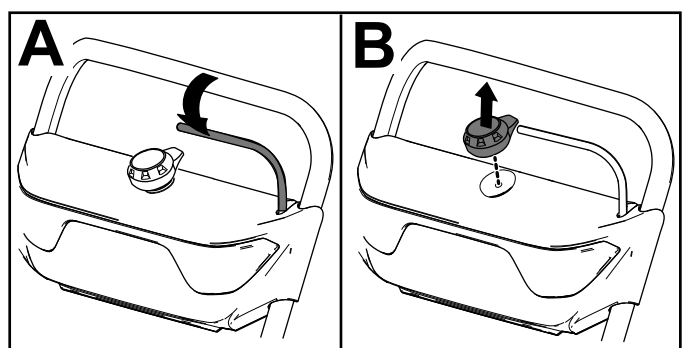

Figura 13
1. Eliberarea manetei (A din Figura 13).
2. Îndepărtați butonul de pornire electrică de la demaror (B din Figura 13).